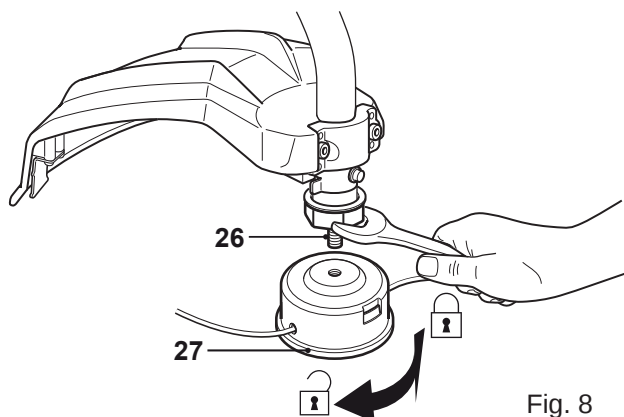

Fig. 8
- > Visser la tête nylon [27] sur l'arbre [26] dans le sens inverse des aiguilles d'une montre (Fig.8). Utiliser la clé [33] pour serrer l'arbre.